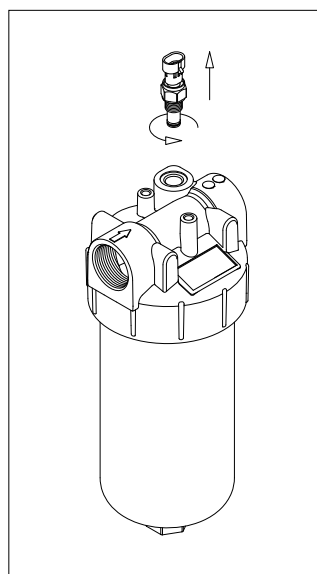

fig. 6
- (Fig. 6) Svitare il corpo indicatore